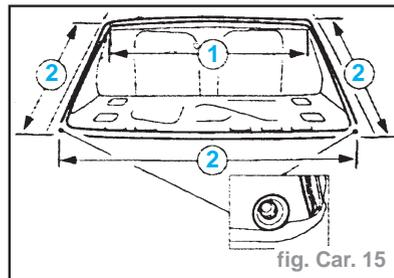

fig. Car. 15
- De l'intérieur de la lunette arrière, couper l'adhésif PU aux profondeurs maximum données. Utiliser les lames indiquées conformément aux instructions du fabricant de l'outil. (fig. Car 15)
- 30 mm (1)
- 25 mm (2)